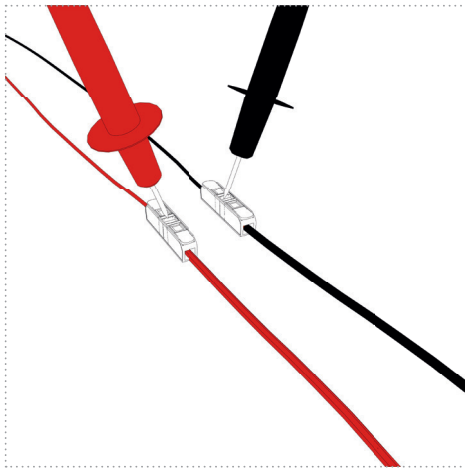

Abbildung: 20
4. Stecken/drehen Sie die Sicherung des Stromkreises der UV-Einheit wieder ein und überprüfen sie auf die korrekte Netzspannung an den Prüfoffnungen der Verbindungsklemmen (*Abbildung 20*).